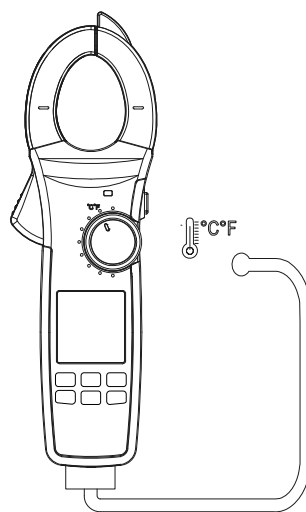

Рис.9. Измерение температуры
7.10 Измерение температуры (рис. 9)
- 2) Подключите к прибору термопару типа К (см. рис. 9).